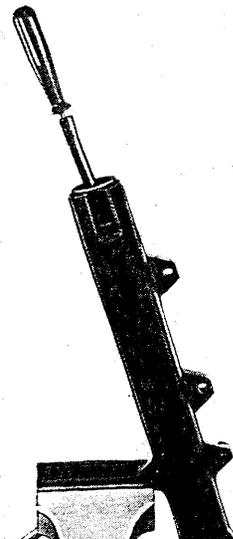
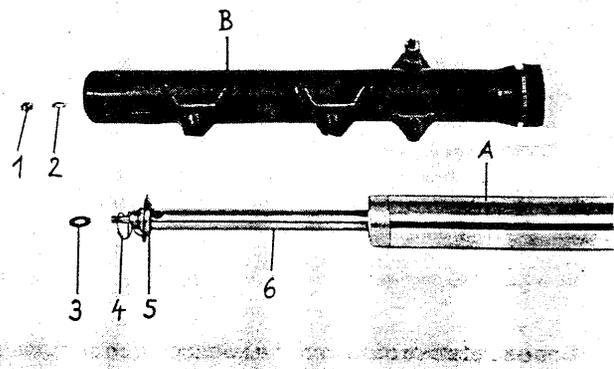

Fig. 24. Enlever l'écrou de fixation du tube-support
Fig. 25. Tube de guidage retiré du tube de coulissement
- Se servir d'une dé tubulaire à douille (ouverture SW 10) pour desserrer l'écrou de fixation (1) du tube-support et ôter celui-ci ainsi que la rondelle ondulée (2) (fig. 24 et fig. 25).
- Retirer le tube de guidage (A) du tube de coulissement (B).
- Contrôler le tube de guidage (A à la fig. 25) pour détecter les détériorations de chrome, des cannelures ou la distorsion. En cas de doute, vérifier le mouvement rond. La tolérance admissible du mouvement rond est de 0.05 mm.
Serrer l'extrémité supérieure du tube de guidage entre les mâchoires souples d'un étau, le tube-support étant dirigé vers le haut. Le bois rond toujours contenu dans le tube de guidage presse désormais le tube-support vers le bas. Mettre en place l'embouti de la butée de fin de course (5), le ressort de compression (4), 19 mm de diamètre, et la rondelle d'étanchéité (3) (fig. 25).
- Faire glisser le soufflet de protection ou le chapeau de protection au-dessus du tube de guidage et installer le collet (A) dans la gorge (B) du tube de coulissement. Auparavant, il faut nettoyer la gorge (B) dans le tube de coulissement. Le trou d'aération dans le soufflet de protection doit être dirigé vers l'arrière. Fixer le soufflet de protection en haut moyennant le collier de serrage.